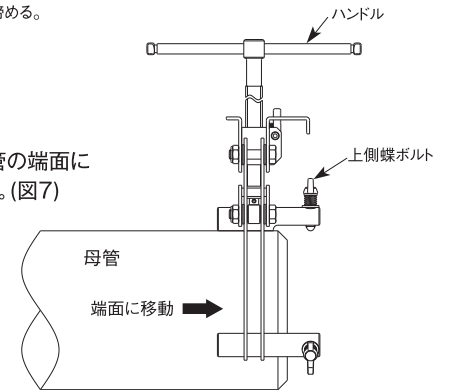

図7
- ⑤ ハンドルを緩め、パイプ溶接用外面クランプを母管の端面に移動し、ハンドルを締め母管にしっかりと固定する。(図7)